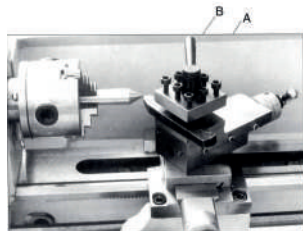

Fig. 11 Ajuste del poste de la herramienta
Cuando vaya a ajustar la posición del poste de la herramienta, solo necesita aflojar la palanca que se muestra en (B) de la Fig. 11. Después de que haya terminado asegúrese de apretar. Si va a reemplazar el cortador de trabajo, deberá aflojar los tornillos de (A) con la llave Allen provista.